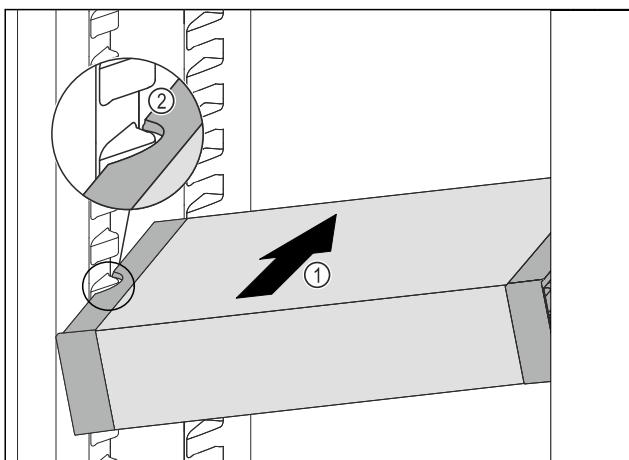

Fig. 76
- Вставити висувний ящик VarioSafe під кутом в охолоджувальне відділення Fig. 76 (1), доки бокові поглиблення Fig. 76 (2) VarioSafe не будуть розташовані на рівні ребра для ємності в охолоджувальному відділенні.